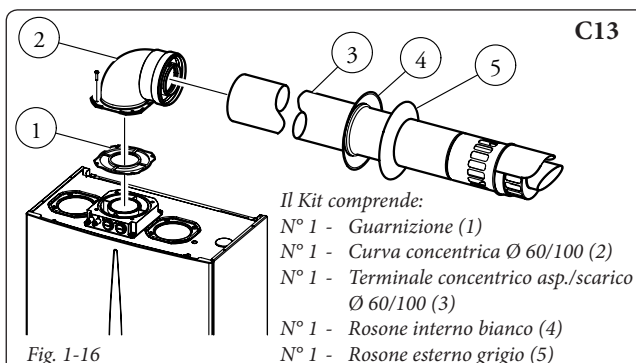

Fig. 1-16
Questo terminale permette l'aspirazione dell'aria e lo scarico dei fumi direttamente all'esterno dell'abitazione. Il kit orizzontale può essere installato con l'uscita posteriore, laterale destra e laterale sinistra. Per l'installazione con uscita anteriore è necessario utilizzare il tronchetto ed una curva concentrica ad innesto in modo da garantire lo spazio utile per effettuare le prove richieste dalla legge all'atto della prima messa in servizio (Fig. 1-16 ÷ 1-17).
Kit orizzontali di aspirazione - scarico Ø 60/100. Montaggio kit (Fig. 1-16): Installare la curva con flangia (2) sul foro centrale della caldaia interponendo la guarnizione (1) (che non necessita di lubrificazione) posizionandola con le sporgenze circolari verso il basso a contatto con la flangia di caldaia e serrare con le viti presenti nel kit. Innestare il tubo terminale concentrico Ø 60/100 (3) con lato maschio (liscio), nel lato femmina della curva (2) sino a portarlo in battuta, accertandosi di avere già inserito il relativo rosone interno ed esterno, in questo modo si otterrà la tenuta e la giunzione degli elementi che compongono il kit.